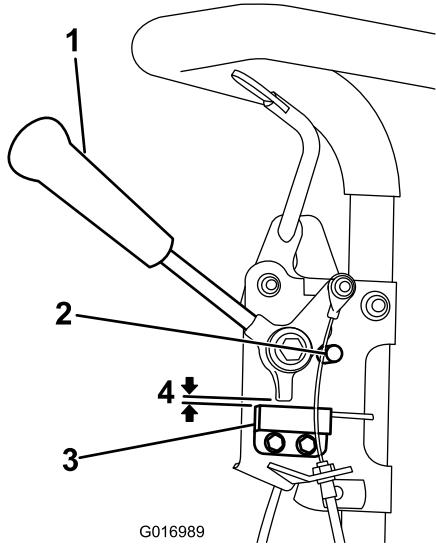

Figura 30
1. Verificate che il motore sia spento e la leva di trazione disinnestata e appoggiata sul fermo in folle (Figura 30).
2. Allentate i dispositivi di fissaggio del microinterruttore (Figura 30).
3. Inserite uno spessore di 0,08 cm fra la leva di trazione ed il microinterruttore (Figura 30).